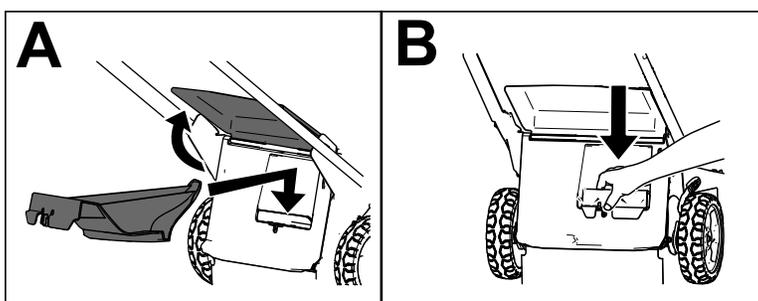

Figure 17
**Important:** Vérifiez que l'obturateur d'éjection arrière est bien verrouillé en place. Pour bloquer l'obturateur, soulevez le déflecteur arrière (A de la Figure 17), et enfoncez fermement l'obturateur jusqu'à ce qu'il s'enclenche en place (B de la Figure 17).